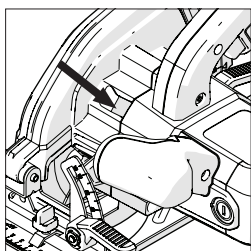

Fig. 3
- Repérez le bouton de blocage de l'arbre de la machine (au même endroit sur toutes les machines). Verrouillez l'arbre de la machine en appuyant sur le bouton de blocage de l'arbre. (Fig. 3).